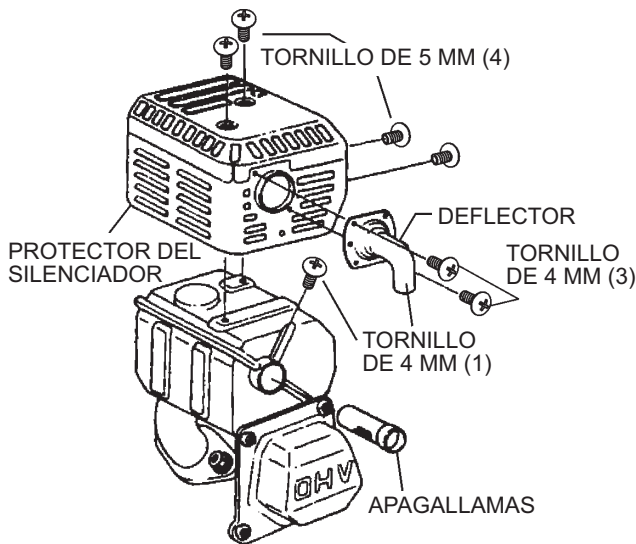

Figura 23. Retirada del apagallamas
1. Quite el tornillo de 4 mm (3) del deflector de escape, y después quite el deflector. Vea la Figura 23.
2. Quite el tornillo de 5 mm (4) del protector del silenciador y después quite el protector.